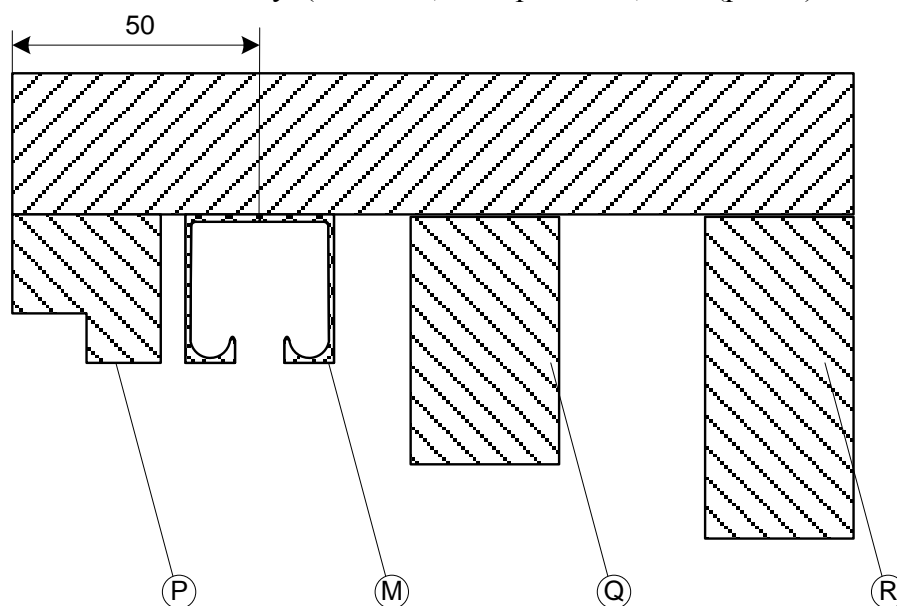

Рисунок 7
6. Установить верхнюю направляющую (Деталь М), зафиксировав саморезами 4,2*16 , а также зафиксировать внешнюю базу (деталь R) саморезами 4,2*76 (рис. 7)